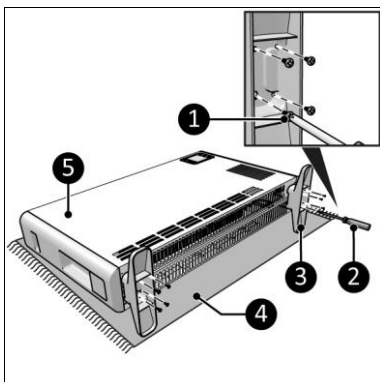

Figura 8
1. Așezați dispozitivul pe o suprafață fixă, netedă (Figura 8, poz. 4).
2. Așezați picioarele de susținere (Figura 8, poz. 3) pe ambele părți ale corpului principal (Figura 8, poz. 5).
3. Înșurubați și strângeți picioarele de susținere cu șuruburile mici (Figura 8, poziția 1) folosind o șurubelniță Phillips (Figura 8, poziția 2).